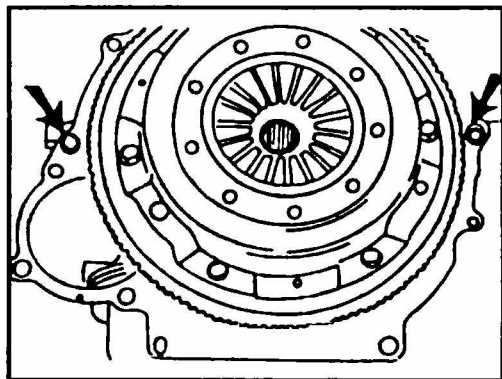

Рис. 2.4 Отверстия, в которые необходимо установить направляющие втулки
- ◆ Проверьте, находятся ли на месте в корпусе двигателя обе направляющие втулки (см. рис. 2.4). Если их там нет, то они остались в корпусе коробки передач и их необходимо вынуть (в случае замены блока или коробки). Установите новые втулки во фланец корпуса двигателя.